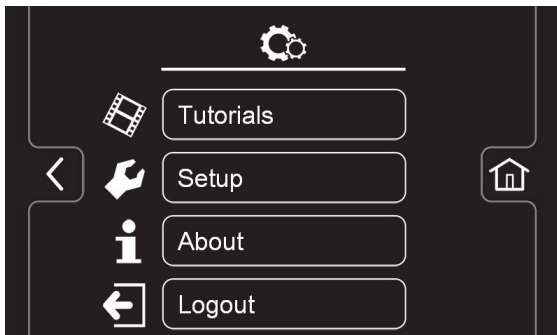

ABB. 59
9.  Drücken Sie auf das Symbol Einstellungen auf dem Bediener-Home-Bildschirm, um auf folgenden Bildschirm zuzugreifen (Abbildung 59). Die Tasten werden folgendermaßen erklärt.